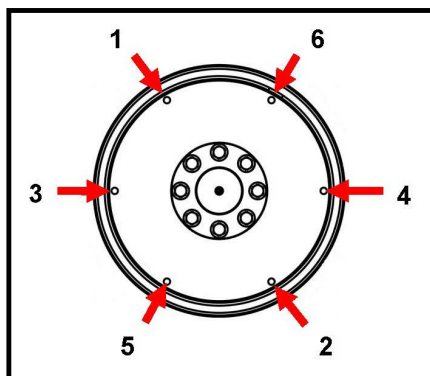

РИС. 22. ПОСЛЕДОВАТЕЛЬНОСТЬ КРЕПЛЕНИЯ
10. Затяните болты, прикрепляющие диск муфты к маховику, в соответствии с последовательностью, приведенной в Рис. 22 на стр. 44.